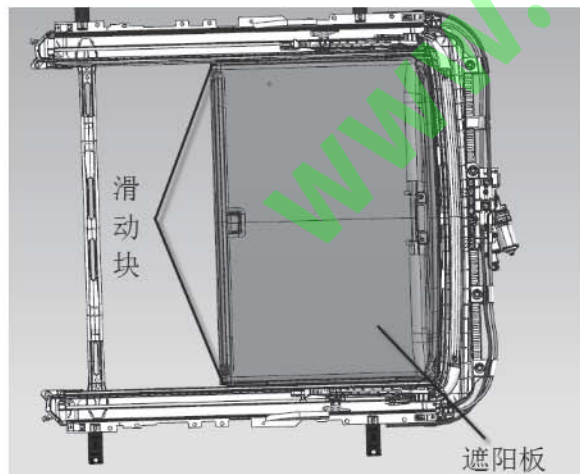

图 1-2-7-1 滑动遮阳板
- (1) 拆卸天窗玻璃和排水槽。
- (2) 滑动遮阳板, 直到可以看见遮阳板的2个滑动块, 见下图1-2-7-1